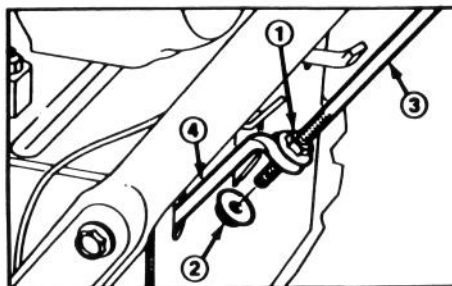
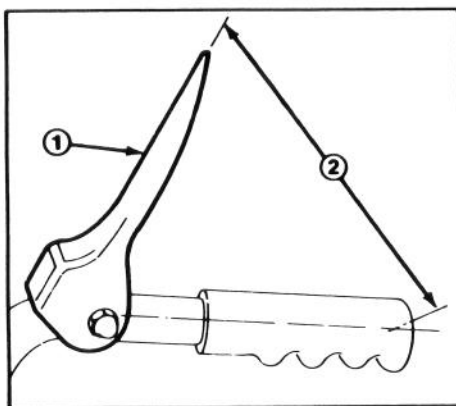

Figure 27
Figure 28
1. Desserrez les écrous de blocage qui fixent la tige de commande de traction supérieure à la tige de commande de traction inférieure (Fig. 27).
2. Réglez l'écrou de blocage supérieur (Fig. 27) jusqu'à ce qu'il y ait un écartement d'environ 5 pouces (12.7 cm) entre le centre du mancheron et le bout du levier de commande de traction (Fig. 28).